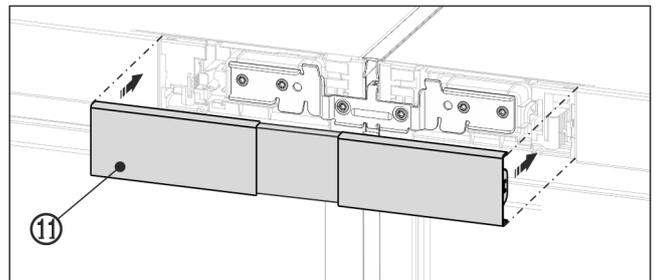

Fig. 24 例图
- ▶ 将上盖板 Fig. 24 (11) 卡紧在两块操作板中间空位处。注意，盖板外侧必须与操作板平整连接。